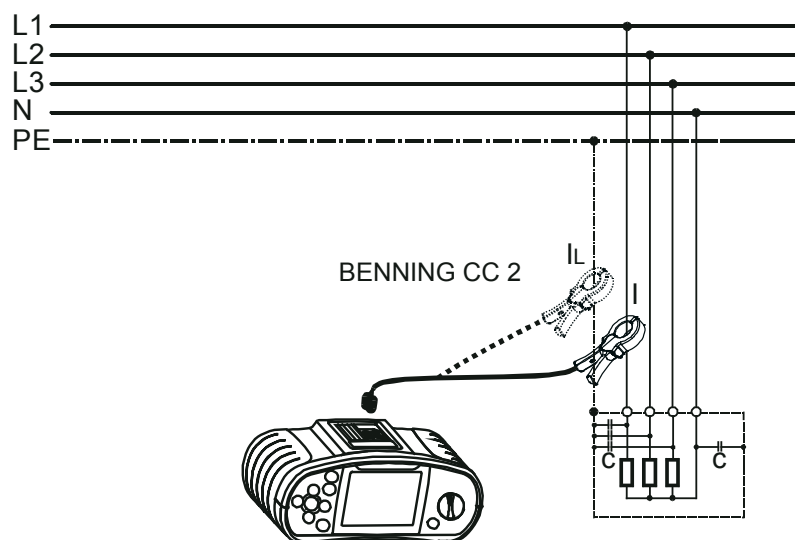

Abb. 5.48: Anschluss der Stromzange
**Schritt 2** Befolgen Sie zur Durchführung der TRUE RMS Strommessung den Anschlussplan in Abb. 5.48. Benutzen Sie bei Bedarf die **Hilfe**-Funktion.